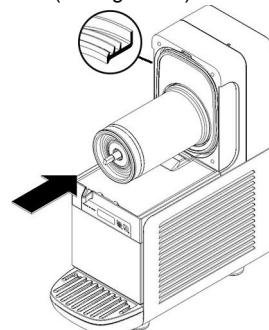

figure 14
- 4** Remonter le joint d'étanchéité de la cuve dans son logement. NOTE :: le bord qui présente le plus grand diamètre doit s'appuyer sur la cloison arrière (voir figure 14).